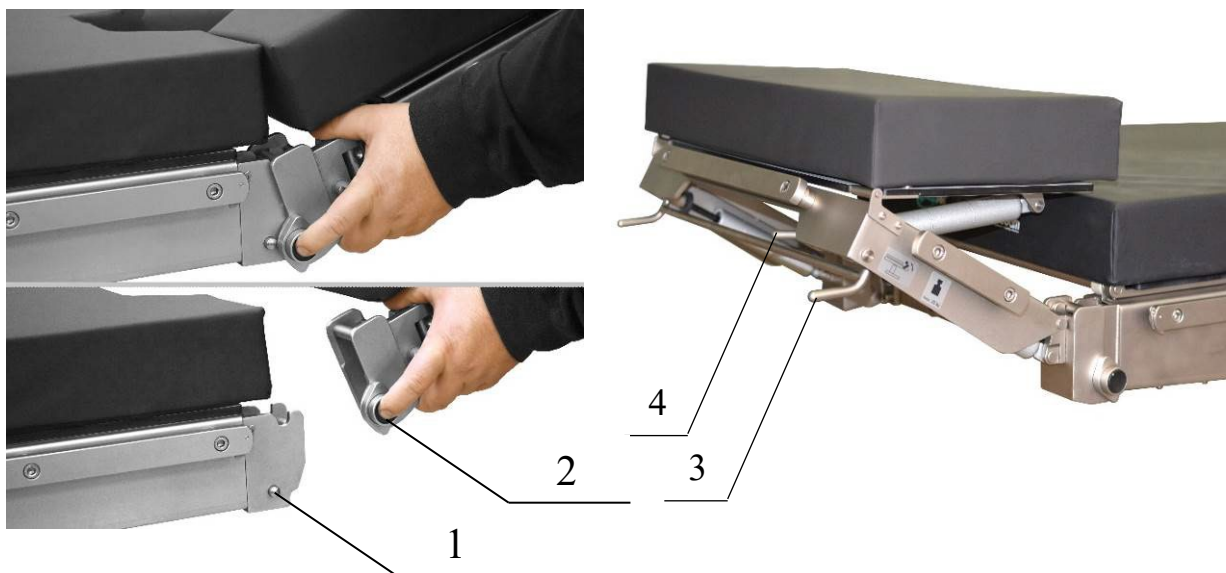

Рисунок 8. Головная секция на газовых пружинах.
- Наденьте зажимы на кронштейны спинной секции и убедитесь что фиксаторы 1 защелкнулись 1(Рисунок 8);
- Поднимите вверх рукоятку 3, расположенную под головной секцией (Рисунок 8). При этом произойдет разблокирование газовых пружин, и головная секция поднимется вверх. Установите необходимый наклон головной секции и отпустите рукоятку 3.
- Нажмите рукоятку 4, расположенную под головной секцией (Рисунок 8). Произойдет разблокирование газовой пружины, и подушка головной секции совершит второй наклон. Установите необходимый наклон подушки и отпустите рукоятку 4.